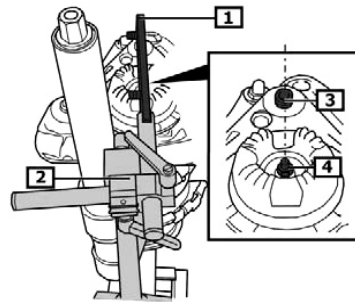

Fig. 5:
- Fig. 5** Federbein mit Federspanner in die Federbeinaufnahme (2) einsetzen.
- Fig. 5** Obere Federbeinbefestigung (3) und Kolbenstangenmutter (4) müssen mit dem Ausrichtarm fluchten. Kolbenstangenmutter mit 50 Nm festschrauben.
- Fig. 5** Position suspension strut with the spring tensioner in the suspension strut mount (2).
- Fig. 5** The upper suspension strut attachment (3) and the piston rod nut (4) must be aligned with the alignment arm. Tighten the piston rod nut to 50 Nm.
- Fig. 5** Insérer la jambe de force avec le monte ressort dans le support de jambe de force (2).
- Fig. 5** La fixation supérieure de jambe de force (3) et l'écrou de tige de piston (4) doivent être dans l'axe du bras d'alignement. Visser solidement les écrous de tige de piston avec un couple de 50 Nm.
- Fig. 5** Colocar el amortiguador junto con el tensor de muelle en el alojamiento del amortiguador (2).
- Fig. 5** La sujeción superior del amortiguador (3) y la tuerca del eje del amortiguador (4) deben estar alineadas con el brazo enderezador. Apretar la tuerca del eje del amortiguador con un par de 50 Nm.